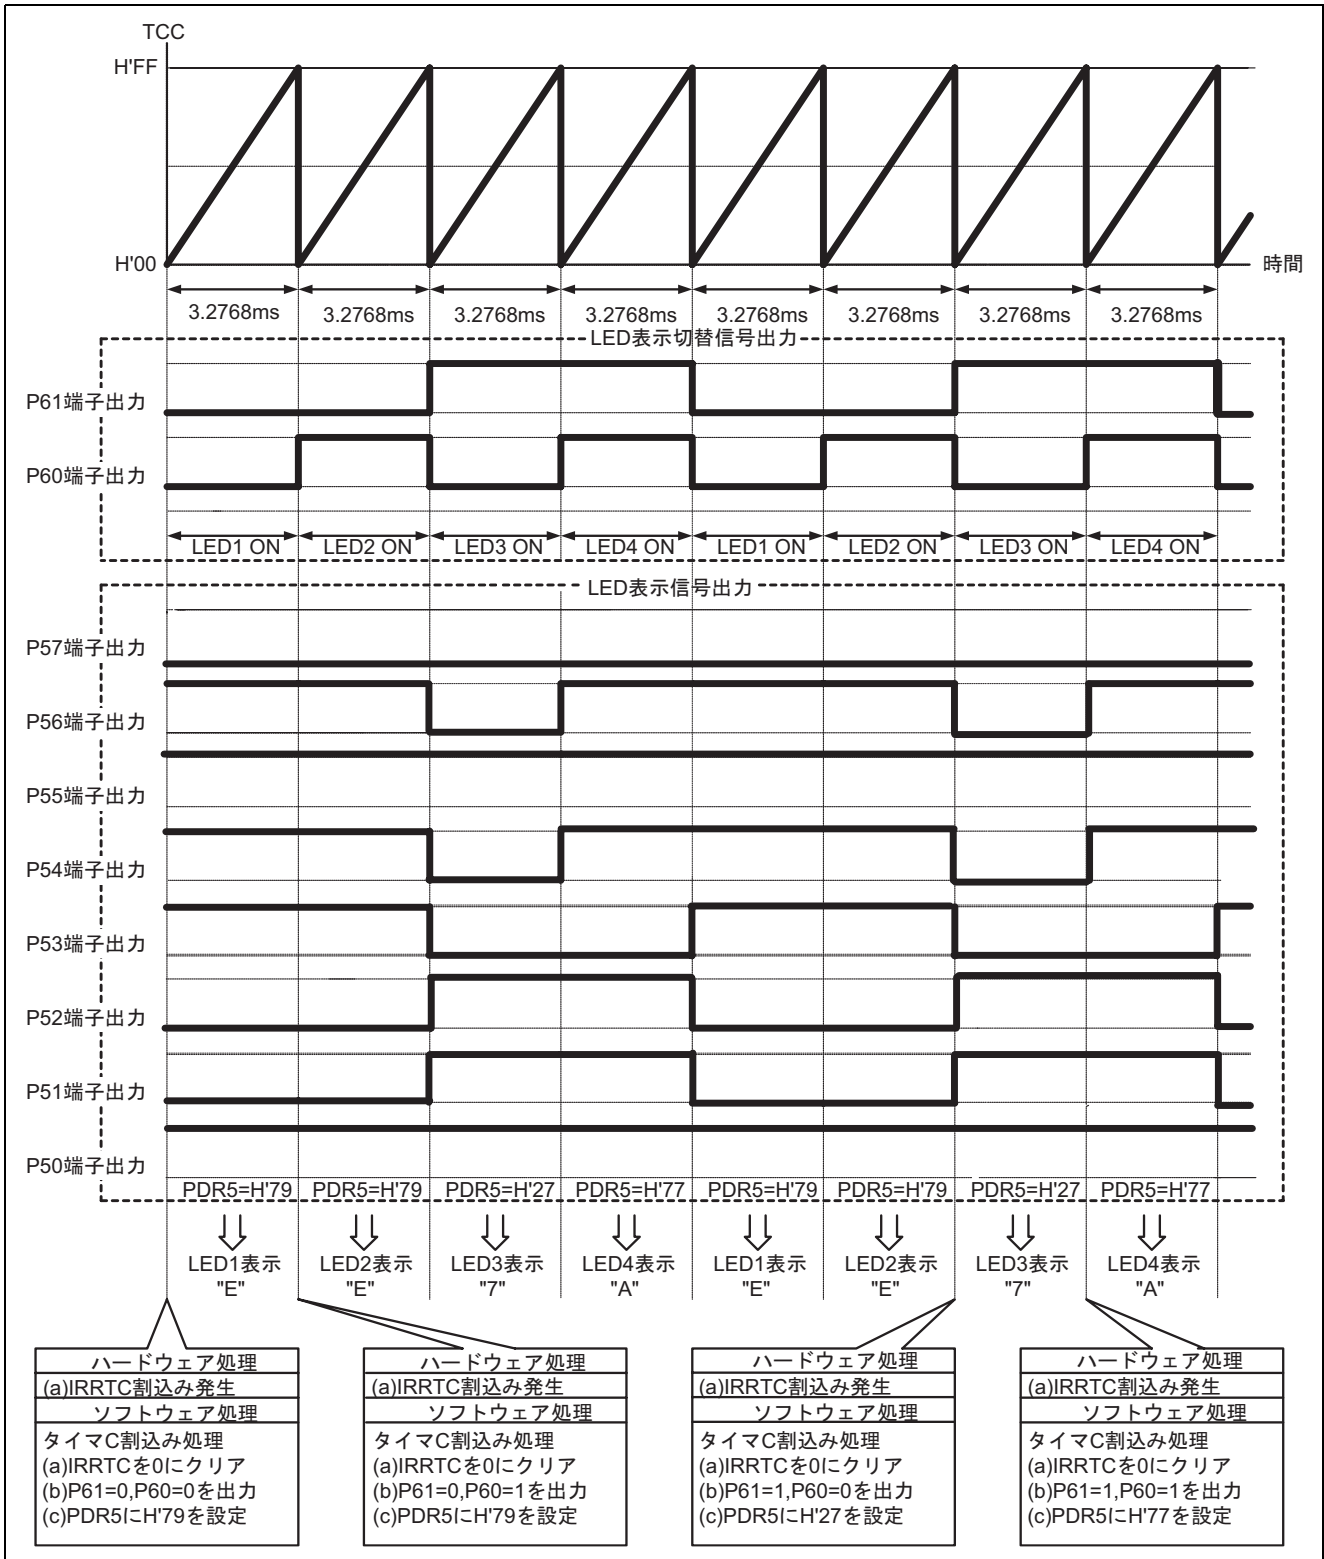

図7 7セグメントLED表示制御の動作原理
2. 7セグメントLEDの表示制御の動作原理について説明します。図7はLED4~LED1に”A7EE”を表示する場合の動作原理について説明しています。図7に示すようにタイマCオーバフロー周期ごとにLED1~LED4を順番に表示させることにより7セグメントLEDのダイナミック表示を行っています。